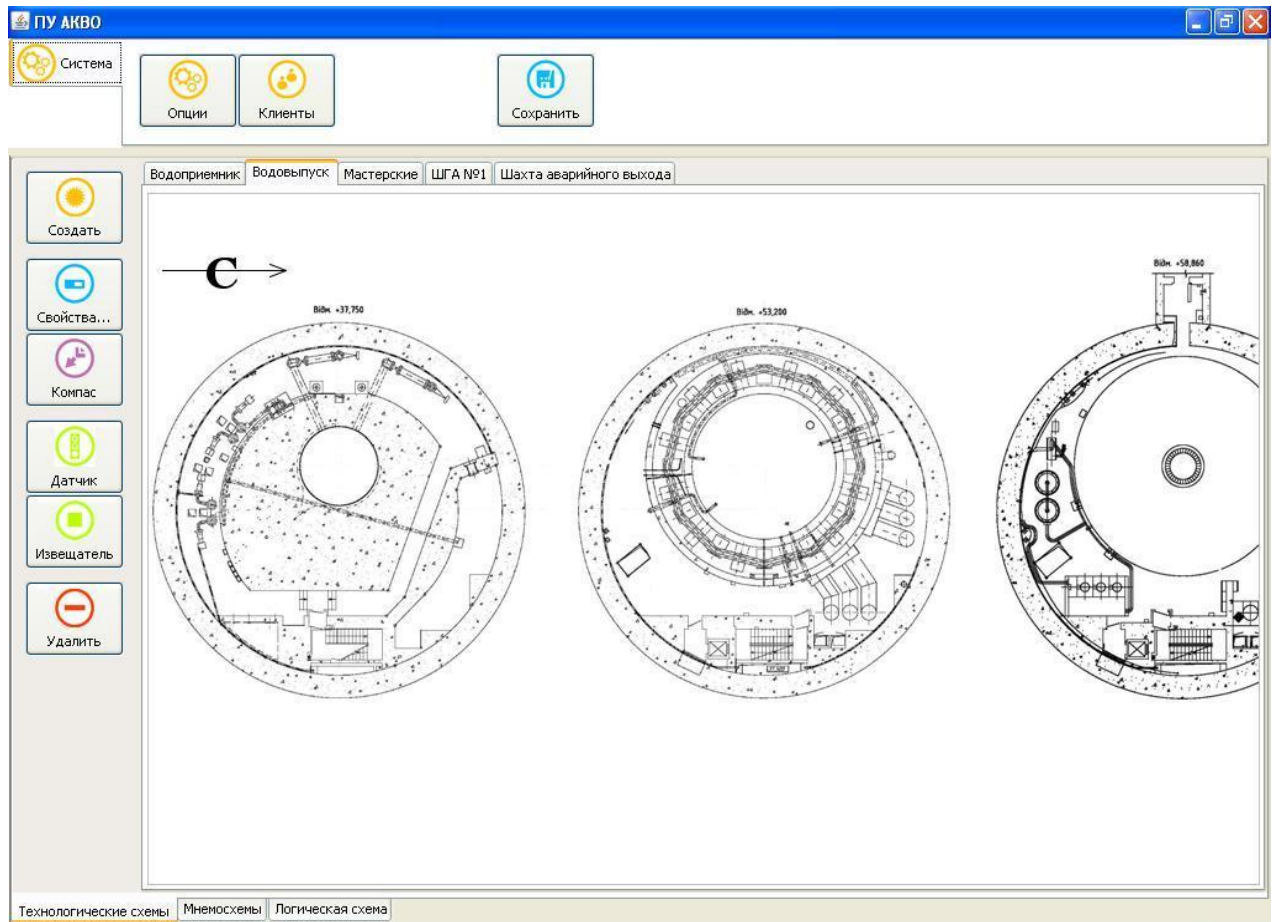

Рисунок 7 – Результат создания технологической схемы как подложки
- далее, наведя курсор на значок датчика и нажав левую клавишу мыши его необходимо переместить в то место на технологической схеме, где он реально установлен, см. рисунок 7, и отпустить левую клавишу – в итоге значок датчика зафиксирован;